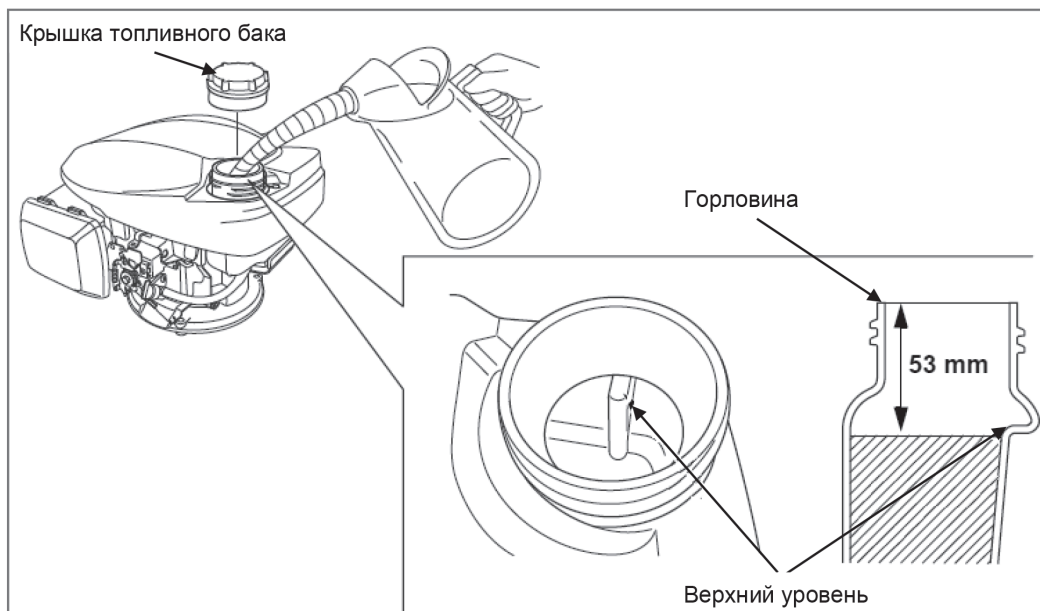

Рис. 16
- Для заправки используйте канистру с длинным горлышком или воронку. Уровень топлива не должен превышать верхний уровень горловины топливного бака, и быть не выше 50 мм до края горловины (рис. 16).